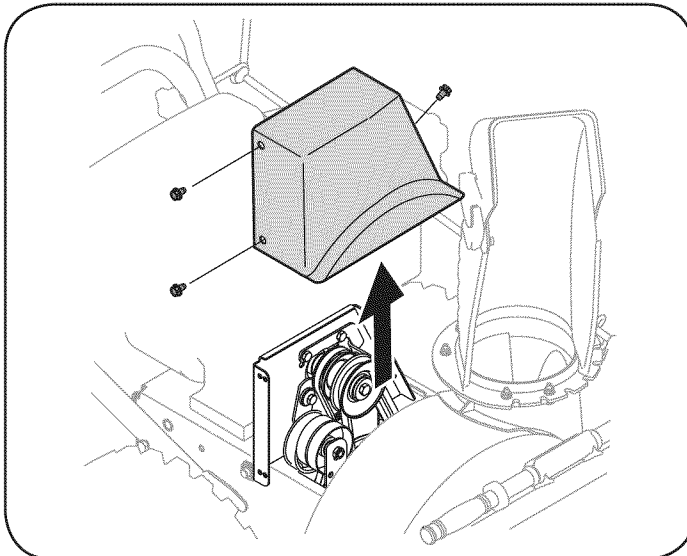

Figura 27
2. Retire la cinta de cubierta de plástico, que se encuentra cerca del motor, sacando los tres tornillos autorroscantes que asegurarlos. Vea la Figura 27.